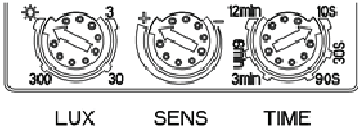

FIG. 3
- Slide LUX dhe pullat Sens clockwise në pozicionin maksimal dhe kohën çelës kundër akrepave të sahatit në pozicionin minimal (10s). /Figure 3/